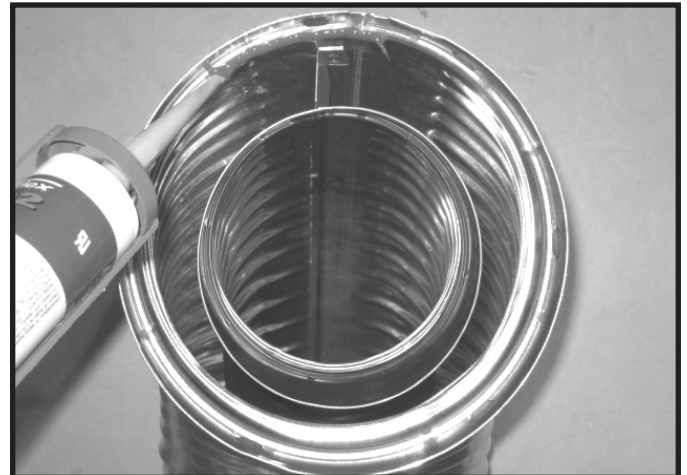

Figure 7.1 Scellant silicone à haute température
- Appliquez une bande de silicone (procurant un degré minimum d'exposition continue de 150 °C (300 °F) dans le joint femelle du conduit extérieur avant de relier les sections. Voir la figure 7.1.